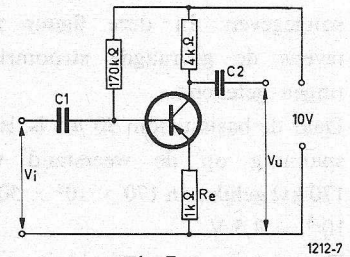

Fig.7
2. In de schakeling van fig. 7 is een p n p transistor toegepast. De spanning tussen basis en emitter is 0,2 V en de basisstroom is $50 \mu\text{A}$.